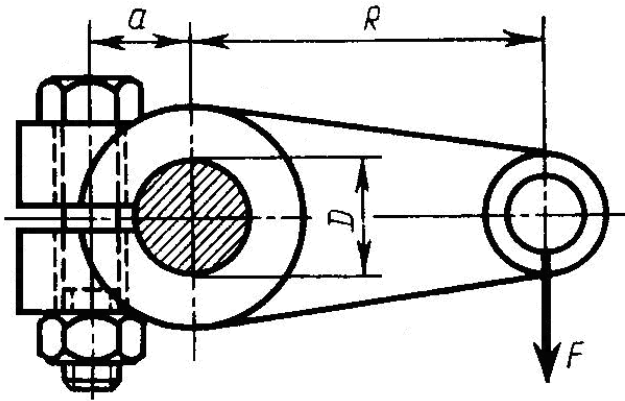

Рис. 26
1. Рассчитать болт клеммового соединения, посредством которого рычаг неподвижно закрепляется на валу (рис. 26). Диаметр вала  $D$ , сила, действующая на рычаг,  $F$  и радиус рычага  $R$ , и расстояние от оси болта до вала  $a$  приведены в табл. 25. Материал вала – сталь, материал рычага – чугун.